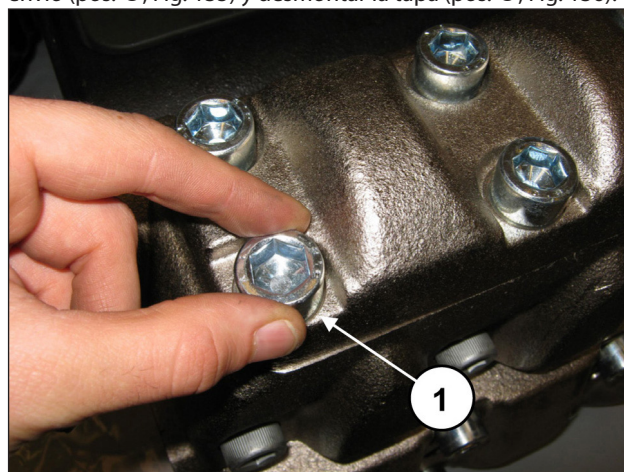
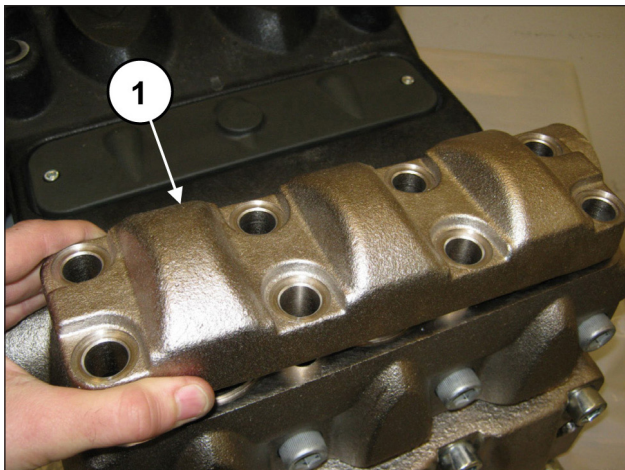

Fig. 135
Fig. 136
Para extraer los grupos de válvula operar del siguiente modo: Quitar los 8 tornillos M16x45 de la tapa de las válvulas de envío (pos. ①, Fig. 135) y desmontar la tapa (pos. ①, Fig. 136).